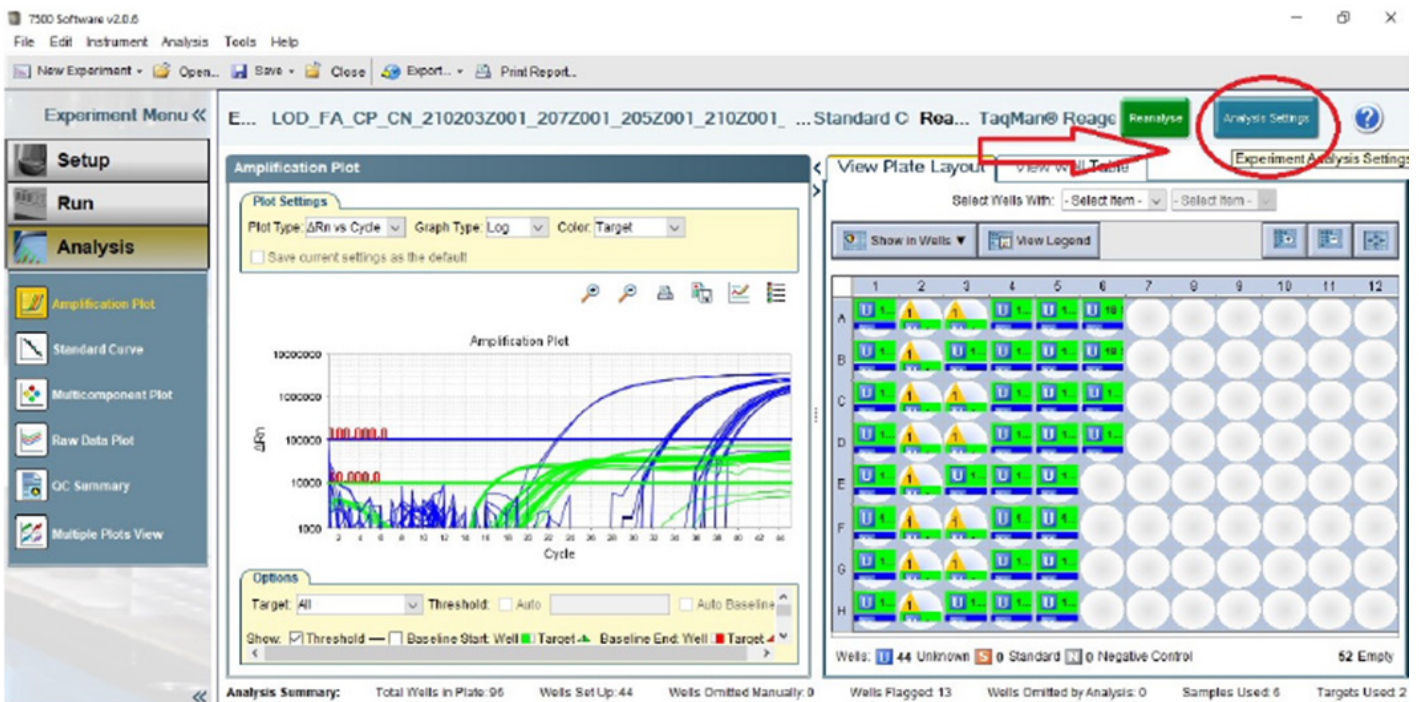

Figura 08: Botão *Analysis Settings* na seção *Analysis*.
- No menu Analysis, selecionar Analysis Setting (conforme indicado na figura 08).
- Uma janela de configurações de análise abrirá, conforme Figura 08. Nessa janela, na aba Ct settings, desafixar os itens Use Default Settings, Automatic Threshold e Automatic Baseline para cada alvo e inserir os valores representados na Tabela 04;